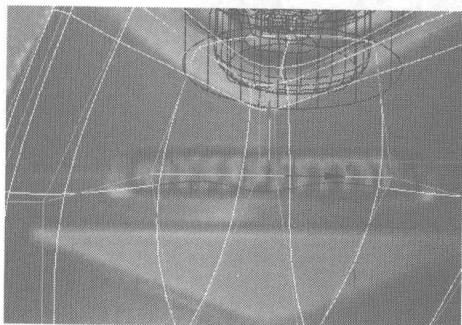
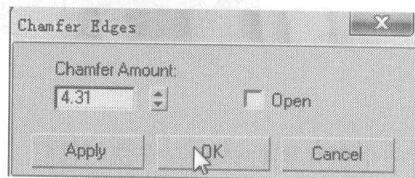

图 6.135
图 6.136
- 03 在 Front 视图中选择滚轮处如图 6.135 所示的边线，在 Edit Edges 卷展栏中单击 Chamfer 右侧的小按钮，在弹出的对话框中设置边线倒角参数，如图 6.136 所示。